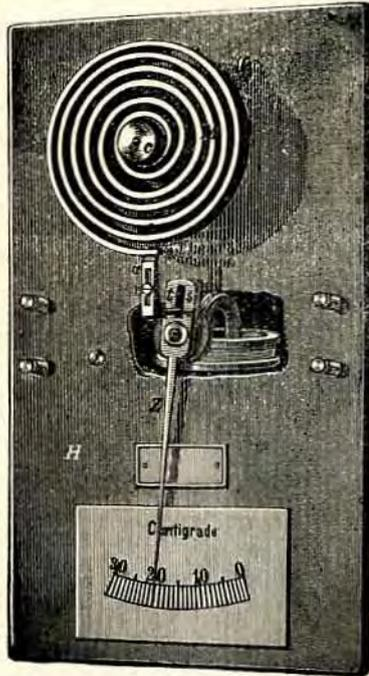

Fig. 6.
1. I Metallthermometer (Fig. 6) \*)
\*) Die Scalen der Thermometer für Darren und die dazu gehörigen Controllapparate umfassen die Theilung von + 20 bis + 110° Celsius oder von + 20 bis + 90° Réaumur je nach Aufgabe. In Fig. 6 ist der Messingschutzkorb, welcher das Thermometer umgiebt, der Deutlichkeit wegen fortgelassen.